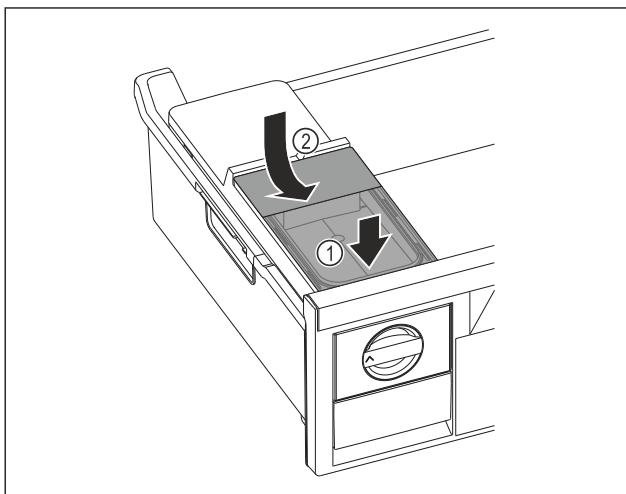

Fig. 127
- ▶ Wassertank vorne ansetzen. Fig. 127 (1)
- ▶ Wassertank hinten absenken. Fig. 127 (2)